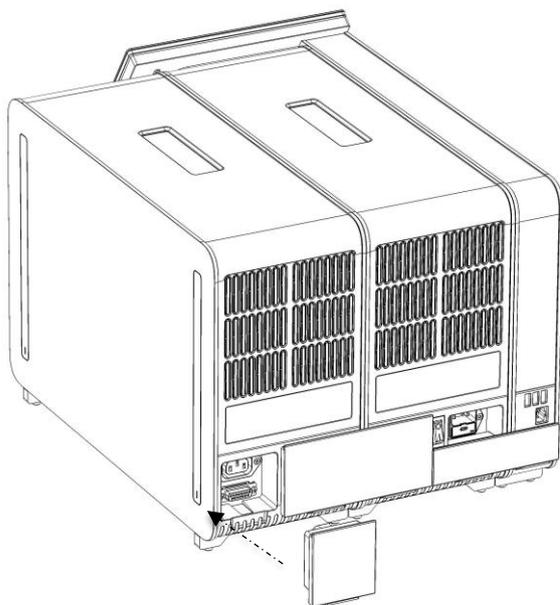

Рис. 19. Подсоединение концевого моста.
7. Подсоедините концевой мост на задней стороне аналитического модуля (рис. 19).